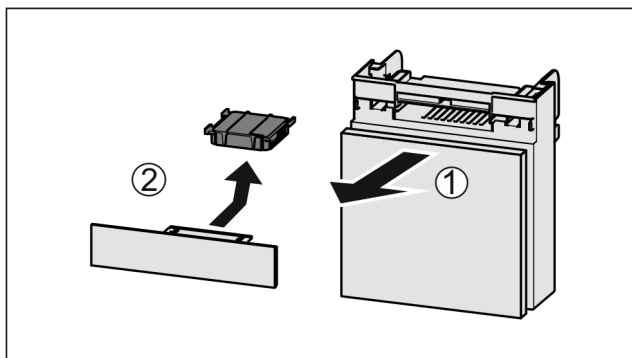

Fig. 166
- Tërhiqni kutinë nga përpara Fig. 166 (1).
- Hiqni filtrin me karbon aktiv Fig. 166 (2).